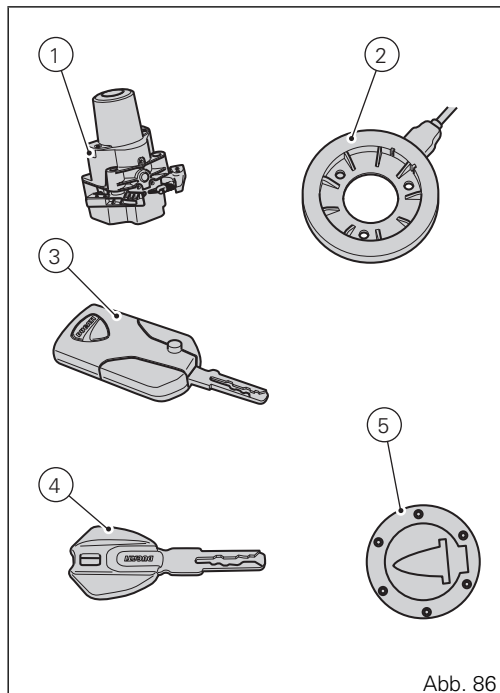

Abb. 86
Das „Key-on“ erfolgt auf das Drücken der roten Taste (6) am Lenker in die Position HANDS FREE EIN / AUS und bei Vorhandensein des aktiven Schlüssels (3, Abb. 86).
Das „Key-off“ erfolgt auf das Drücken der roten Taste (6) am Lenker in die Position HANDS FREE EIN / AUS, dies auch wenn der Schlüssel(3, Abb. 86) nicht vorhanden ist, jedoch nur bei einer Fahrzeuggeschwindigkeit gleich Null.
mit aktivem Schlüssel. Das „Key-on“ erfolgt auf das Drücken der Taste (7) am Hands Free-Block (1, Abb. 86) und bei Vorhandensein des aktiven Schlüssels (3, Abb. 86).
Das „Key-off“ erfolgt auf das Drücken der Taste (7) am Hands Free-Block (1, Abb. 86) auch ohne vorhandenen Schlüssel (3, Abb. 86).
Das „Key-on“ erfolgt auf das Drücken der roten Taste (6) am Lenker in die Position HANDS FREE EIN / AUS und wenn der passive Schlüssel (4, Abb. 86) vorhanden ist.
Das „Key-off“ erfolgt auf das Drücken der roten Taste (6) am Lenker in die Position HANDS FREE EIN / AUS, dies auch wenn der Schlüssel (4, Abb. 86) nicht vorhanden ist, jedoch nur bei einer Fahrzeuggeschwindigkeit gleich Null.
Das „Key-on“ erfolgt auf das Drücken der Taste (7) am Hands Free-Block und bei Vorhandensein des passiven Schlüssels (4, Abb. 86).
Das „Key-off“ erfolgt auf das Drücken der Taste (7) am Hands Free-Block (1, Abb. 86) auch ohne vorhandenen Schlüssel (4, Abb. 86).
Das „Key-on“ kann auch durch Drücken der Taste (7) am Hands Free-Block (1, Abb. 86) ohne vorhandene Schlüssel (3, Abb. 86) und (4, Abb. 86) bzw. mittels Eingabe des PIN-Codes am Cockpit erfolgen.